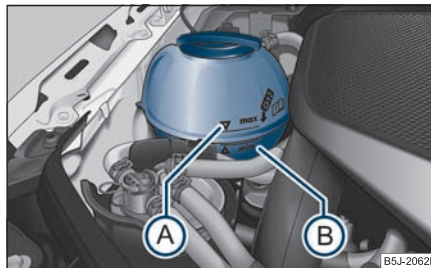

Fig. 184 Compartimentul motor: Vasul de expansiune al lichidului de răcire
- Verificați nivelul lichidului de răcire din vasul de expansiune ⇒ fig. 184. Când motorul este rece, nivelul lichidului de răcire trebuie să se afle între marcajele „MIN” (B) și „MAX” (A). Când motorul este cald, nivelul lichidului de răcire poate fi și puțin peste marcajul „MAX”.
- Puneți o lavetă pe capacul vasului de expansiune ⇒ pagina 186, fig. 184 și desfaceți capacul **cu grijă** spre stânga ⇒ ⚠.